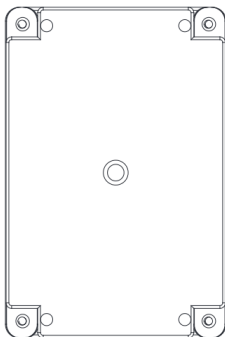

Рис. 1
1. Найдите монтажные отверстия в нижней панели шкафа, как показано на Рис. 1.